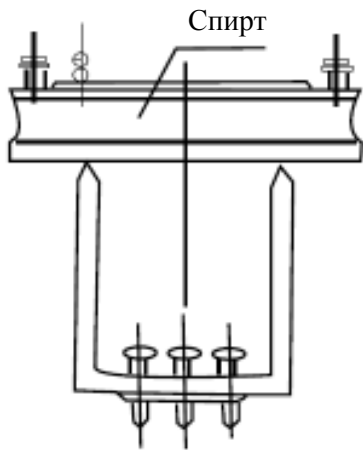

Рис. 4
- 3.1.1 Устройство балансировки шлифовального круга должно быть выравнено (Рис.4). Проверьте баланс с помощью спиртового уровня.